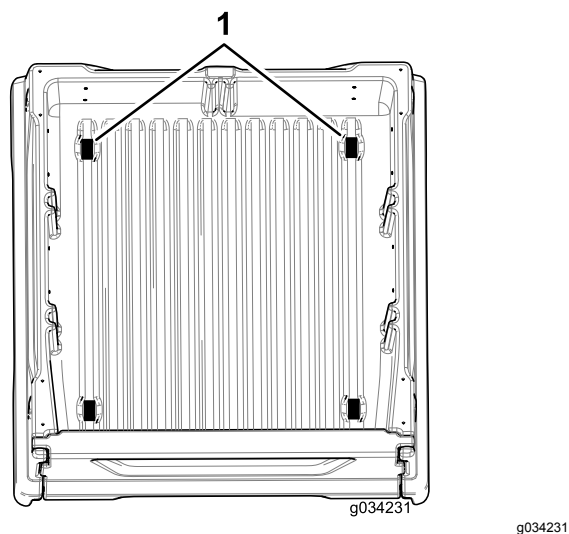
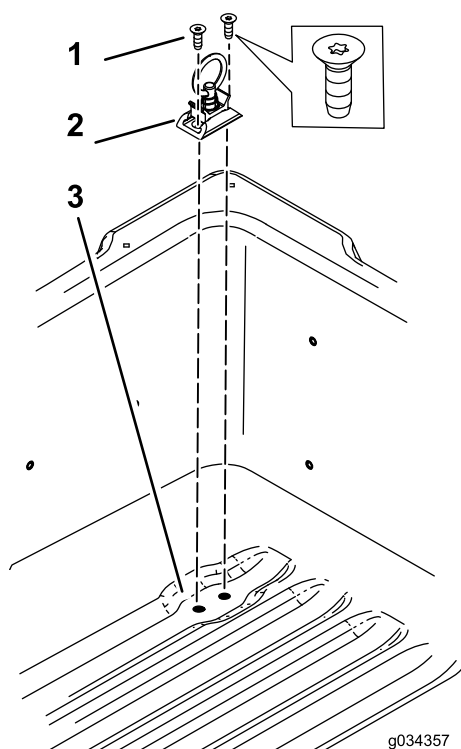

Figura 5
Figura 6
1. Instale o suporte nos locais mostrados em Figura 5 com dois parafusos (Figura 6).